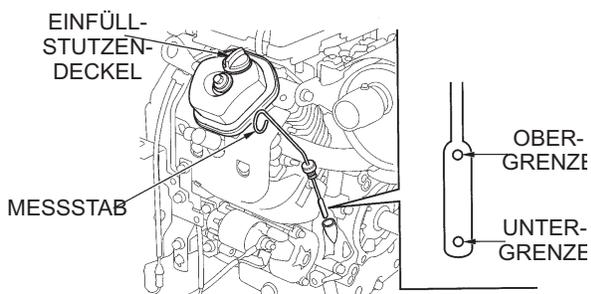

Abbildung 7. Motorölmessstab
2. Entnehmen Sie den Messstab wie in Abbildung 7 dargestellt aus der Halterung und wischen Sie ihn sauber.
4. Falls der Ölstand niedrig ist (Abbildung 7), füllen Sie bitte mit dem in Tabelle 3 gelisteten, empfohlenen Öltyp auf den korrekten Betriebsölstand nach. Siehe Tabelle 2 für Motorölfassungsvermögen.